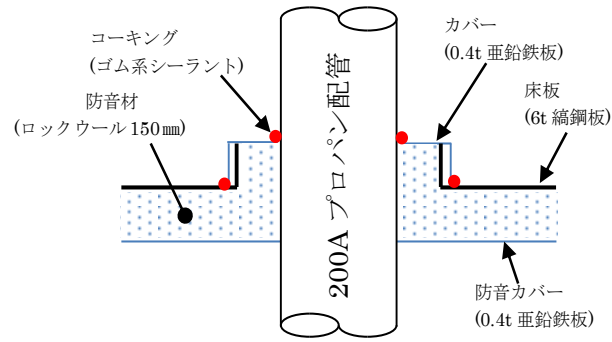

図1 防音・防振施工(事故当時)
事故発生原因の詳細 ○直接原因 ①床貫通部の配管の防音対策として、床面から 150mm 下の箇所に防音カバー(0.4t 亜鉛鉄板)が施工されていた。床面と防音カバーの間は防音材(ロックウール)で埋められていた。(図1参照) ②床面上には防音材に雨水が侵入しないようにカバーがされており、コーキング(ゴム系シーラント)でシールが施されていた。 ③しかし、施工から 10 年以上経過し、経年劣化のため配管とのシール部にすき間ができていた。そこから雨水が浸入し、配管と防音材の間に滞留したため、配管の外面腐食が生じた。